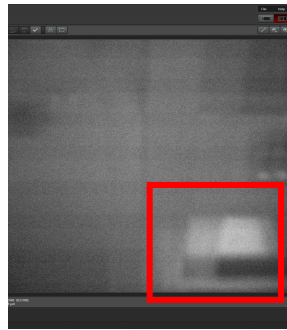
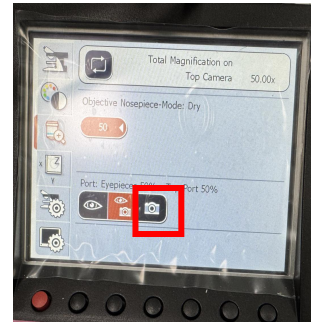

图 23
图 24
1. 双击虚拟载网图像中心，移动观测视野。切换至 Job 界面，选择 camera RGB-Ref job，启用 Ref 模式并勾选明场通道，点击左下角 Live 按钮。在右侧视图左侧功能栏开启 Auto Scale。通过粗调焦旋钮将镜头快速移动至 8mm 位置；若画面右下角出现亮光干扰（如图 23），需将左侧控制面板切换为 100% 相机模式（如图 24）。再使用细调焦旋钮缓慢下调镜头，直至图像清晰。若样品成像效果不佳，可调整荧光激发光强度（FIM）、视场光阑（IL-Fid）。FIM 与 IL-Fid 配合调节照明强度与范围，同时可优化曝光时间，调节标准为成像清晰、无过曝（可通过热图查看过曝情况）。按需切换荧光通道，分别完成明场与荧光参数设置。